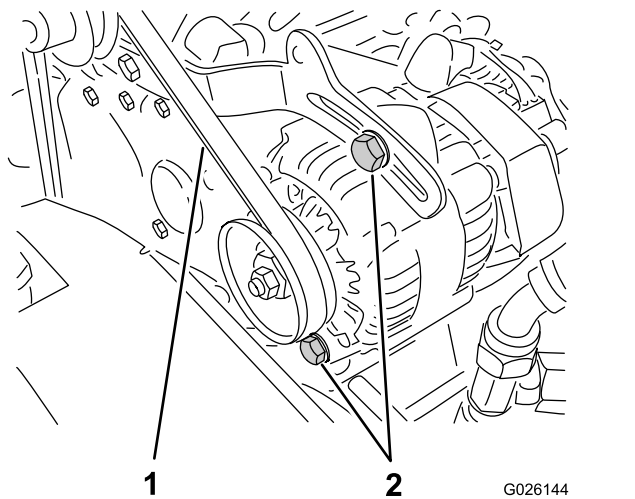

図 58
2. クランクシャフトとオルタネータのプーリ間の中央でベルトを指で押してベルトの張りを点検する。押す力は 10kg 程度 (図 58)。
- A. オルタネータの取り付けボルト 2 本をゆるめる 図 58。
- B. エンジンとオルタネータの間にボールを入れて適当な張りに調整し、取り付けボルトを締め付ける 図 58。